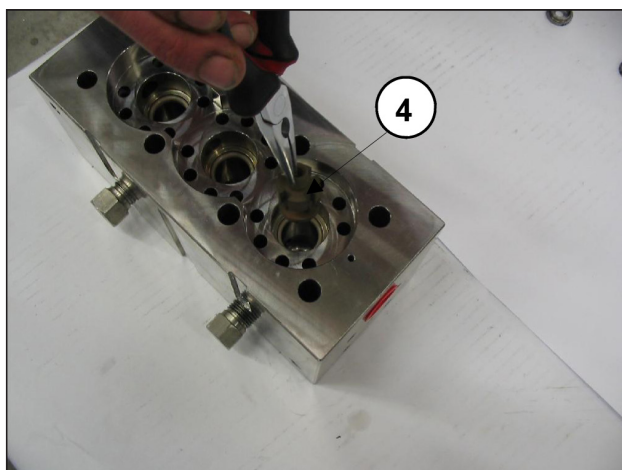
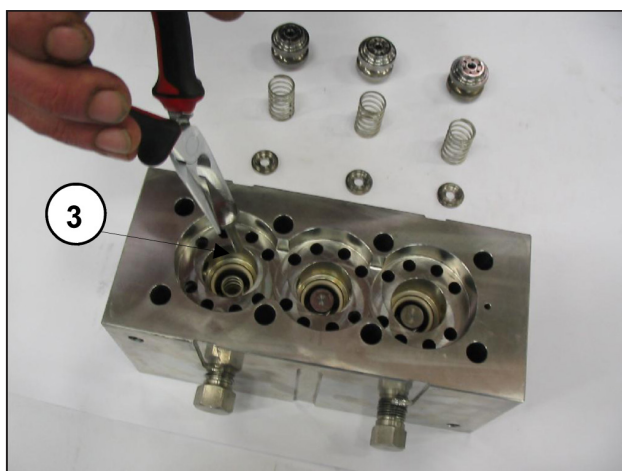

Abb. 26
Abb. 27
- Ziehen Sie die Teller der Druckventile ③ und die jeweiligen Führungen ④ samt Federn lt. Abb. 26 und Abb. 27 heraus, überprüfen Sie ihren Verschleißzustand und nehmen Sie den Austausch bei Bedarf und auf jeden Fall in den Intervallen der Tabelle "VORBEUGENDE WARTUNG" in Kapitel 11 der **Betriebs- und Wartungsanleitung** vor.